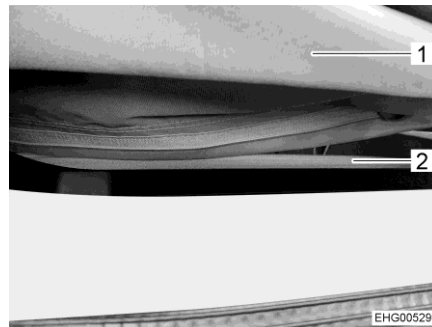

Bild 38 Dragkedja
- Öppna dragkedjan helt (Bild 38,2) på undersidan av blåsbalgen (Bild 38,1).